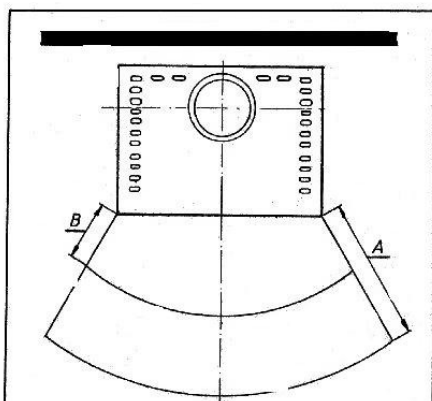

Bild 7
Im Sichtbereich (Strahlungsbereich) des Feuers muss zu brennbaren Bauteilen, Möbel oder auch z.B. zu Dekostoffen ein Abstand von mindestens **80 cm** (A), gemessen ab Vorderkante Feuerraumöffnung eingehalten werden. Der Sicherheitsabstand reduziert sich auf **40 cm** (B), wenn ein belüfteter Strahlungsschutz vor das zu schützende Bauteil montiert wird (Beispiel siehe Abb. 7)